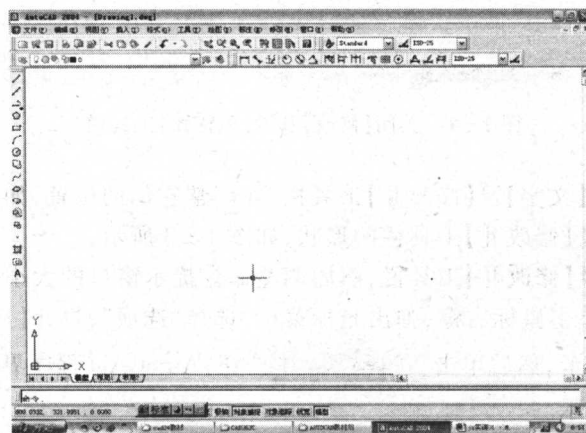

图 1-4 调整命令提示窗口的大小
4. 关闭【文字】及【修改Ⅱ】工具栏,然后调整命令提示窗口的大小,如图 1-4 所示。